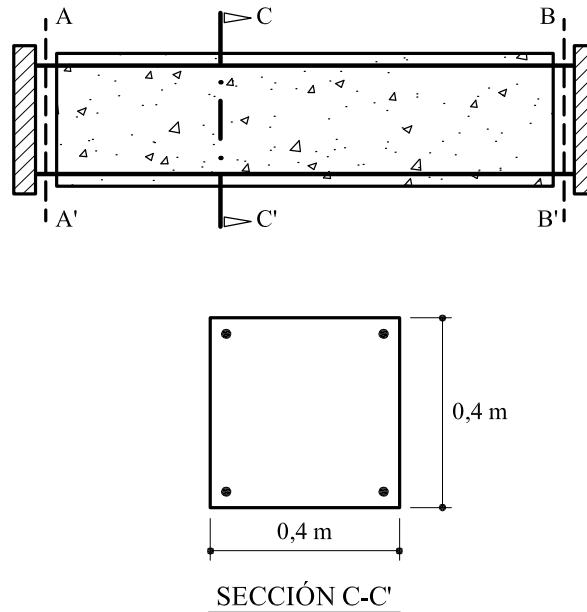

Fig. 1 Pieza de hormigón
3. Una vez endurecido el hormigón se cortan los cables por AA' y BB' (ver fig. 1).